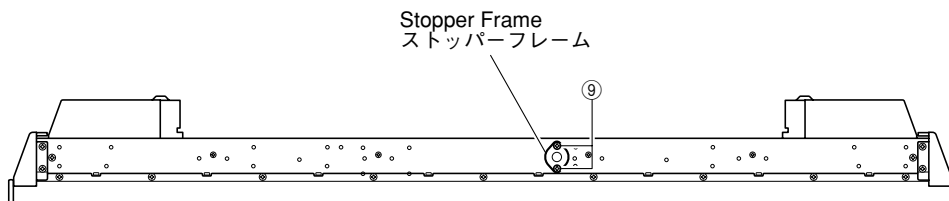

Fig. 8
- Remove 2 screws (⑨). (Fig. 8)
- ⑨のネジ2本を外します。(Fig. 8)